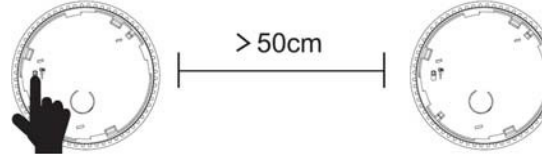

Fig. 8
1. Slå på strömbrytaren på den första brandvarnarens undersida enligt Fig. 8.